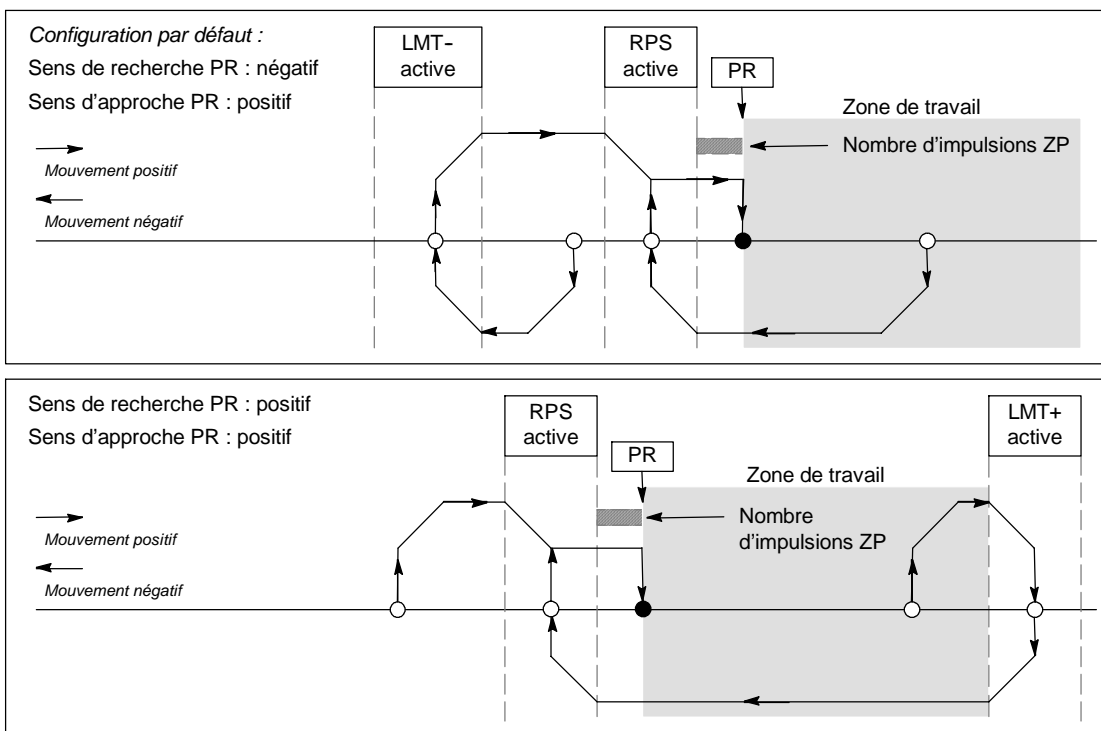

Figure 9-23 Recherche du point de référence, mode 3
- ❑ La figure 9-23 montre deux des options du mode de recherche 3 du point de référence. Ce mode localise le point de référence à un nombre indiqué d'impulsions zéro (ZP) hors de la zone active de l'entrée RPS.